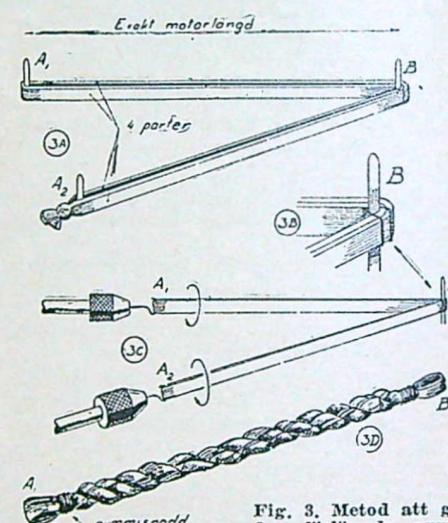

Fig. 3. Metod att ge den förlängda gummimotorn förspänning.
ska vara ungefär lika med planets spännvidd. Vi väljer ett gummiband, som ger en motor med antalet parter jämnt delbart med fyra (alltså 4, 8, 12, ... parter). Varför just fyra framgår av fig. 3 A.
Det vanligaste sättet att lösa problemet är emellertid att ge motorn en "förspänning" enligt fig. 3.
Dela upp motorn i två "ben", med lika många parter i varje (fig. 3 A, för tydlighetens skull ritad med endast fyra parter). Håll eller bind fast mittpunkten B (fig. 3 B) och dra upp varje ben för sig (fig. 3 C) i samma riktning som ni drar upp den färdiga motorn. Antalet varv/ben ska vara 5—7 % av den färdiga motorns beräknade maximivarvtal (ca 75 varv/ben för en Wakefieldmotor). Det är bättre med för många än för få varv. Var noga med att få exakt
lika många varv på varje ben, ty annars vill motorn gärna bilda stora knutar, som t. o. m. kan spränga flygkroppen. Sedan benen dragits upp, läggs de båda ytterändarna (A₁, A₂) ihop och ombinds med en gummisnodd. Håll fast B och låt motorn vrida ihop sig. Drag ut den och slå en gummisnodd även runt andra änden (B). Motorn ser nu ut som fig. 3 D och är klar att sättas in i planet för en första provflygning.